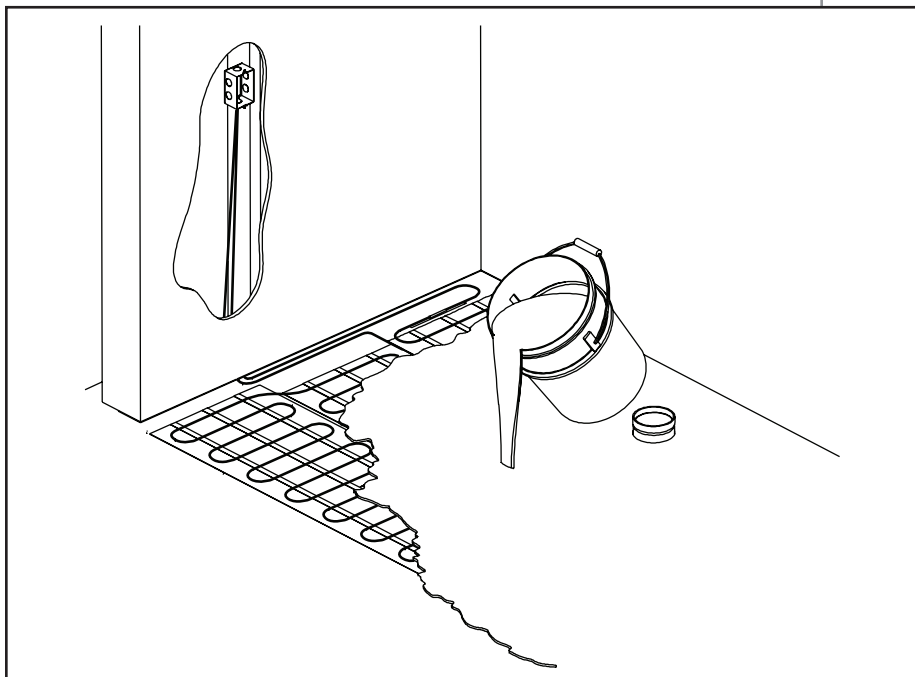

Figure 4.6
- Enrober complètement le système du câble chauffant dans le ciment autonivelant (figure 4.6). Il est primordial que TOUT le câble chauffant noir soit enrobé dans le ciment. Aucune partie du câble chauffant ne doit faire saillie;